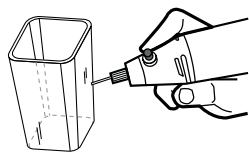

Fig. 11
- > Pour un travail précis, comme la gravure, tenez l'appareil comme un crayon. (Fig 11).